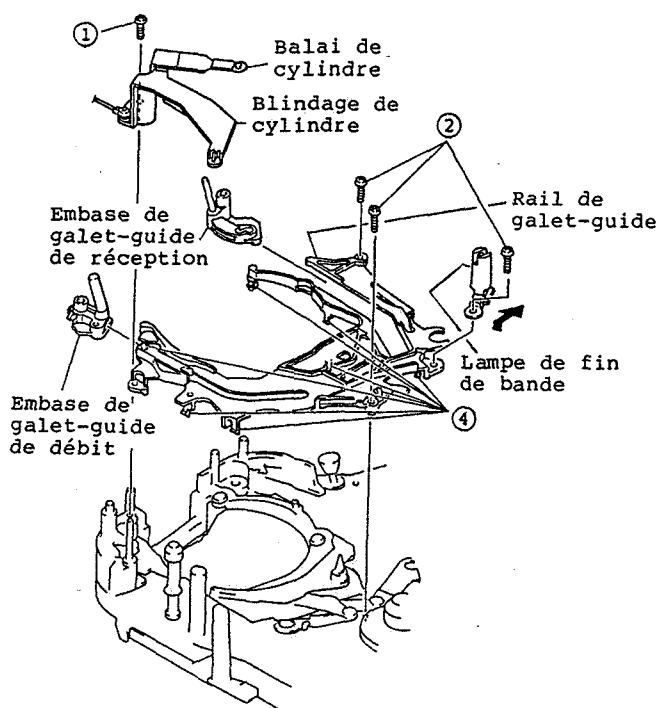

Fig. 2-78
1. Retirer une (1) vis de fixation immobilisant le balais de décharge de parasites et le blindage de cylindre. (Se reporter à la figure 2-78)
3. Retirer les trois (3) vis de fixation immobilisant le rail de galet-guide. (Se reporter à la figure 2-78)
4. Libérer les huit (8) segments de fixation et retirer le rail de galet-guide avec l'embase de galet-guide de débit, l'embase de galet-guide de réception et la lampe de détection de fin de bande.